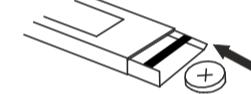

Рисунок 5.
- Извлеките старую батарею при помощи заостренного предмета. Утилизируйте использованную батарею в соответствии с требованиями. Вставьте новую батарею 1.5V DC типа: таблетка LR41 или SR41, UCC392, или эквивалент. Убедитесь, что батарейка вставлена знаком «+» вверх (см. рис. 5).